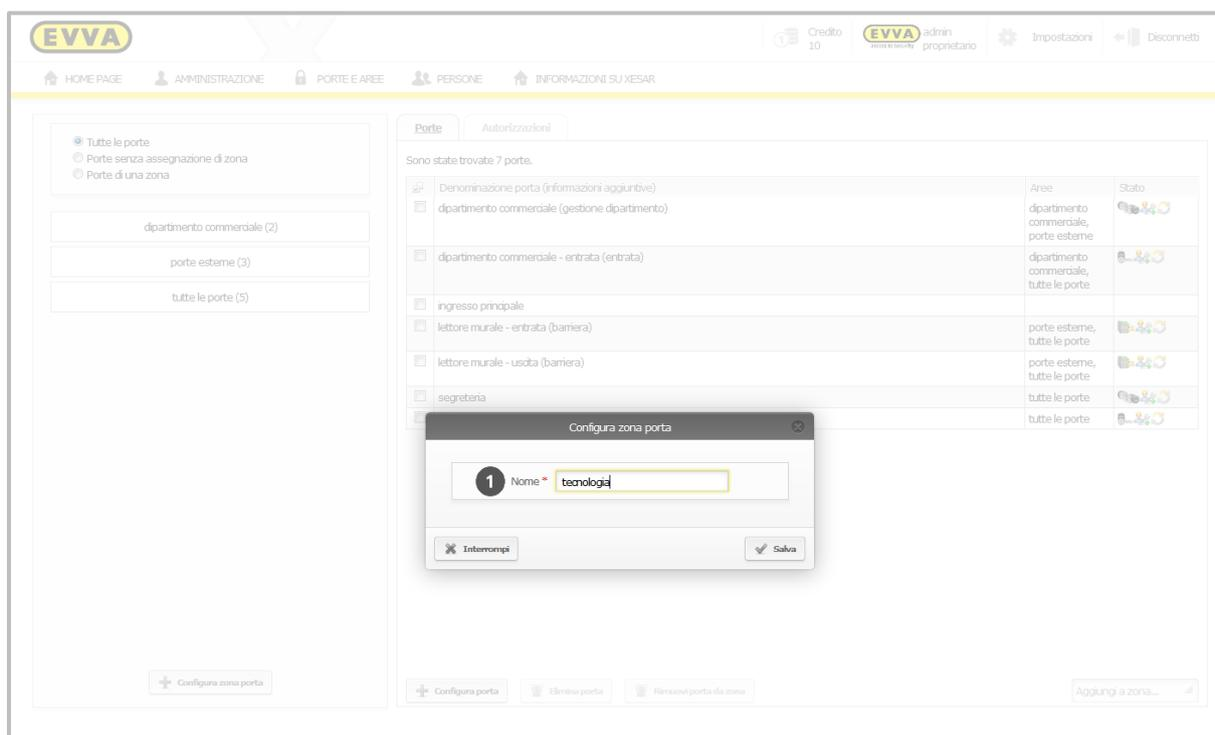

Figura 68: Configurazione di una nuova zona porta
- Determinare il **nome** per la nuova zona ❶ (Figura 68: Configurazione di una nuova zona porta).